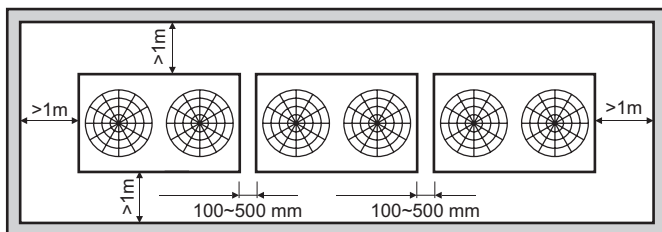

Рис. 3.11. Розташування зовнішнього блока
- Під час монтажу слід залишити місце для обслуговування, як показано на рис. 3.11, блок живлення встановлюється з боку зовнішнього блока відповідно до способу, наведеного в посібнику з монтажу блока живлення.